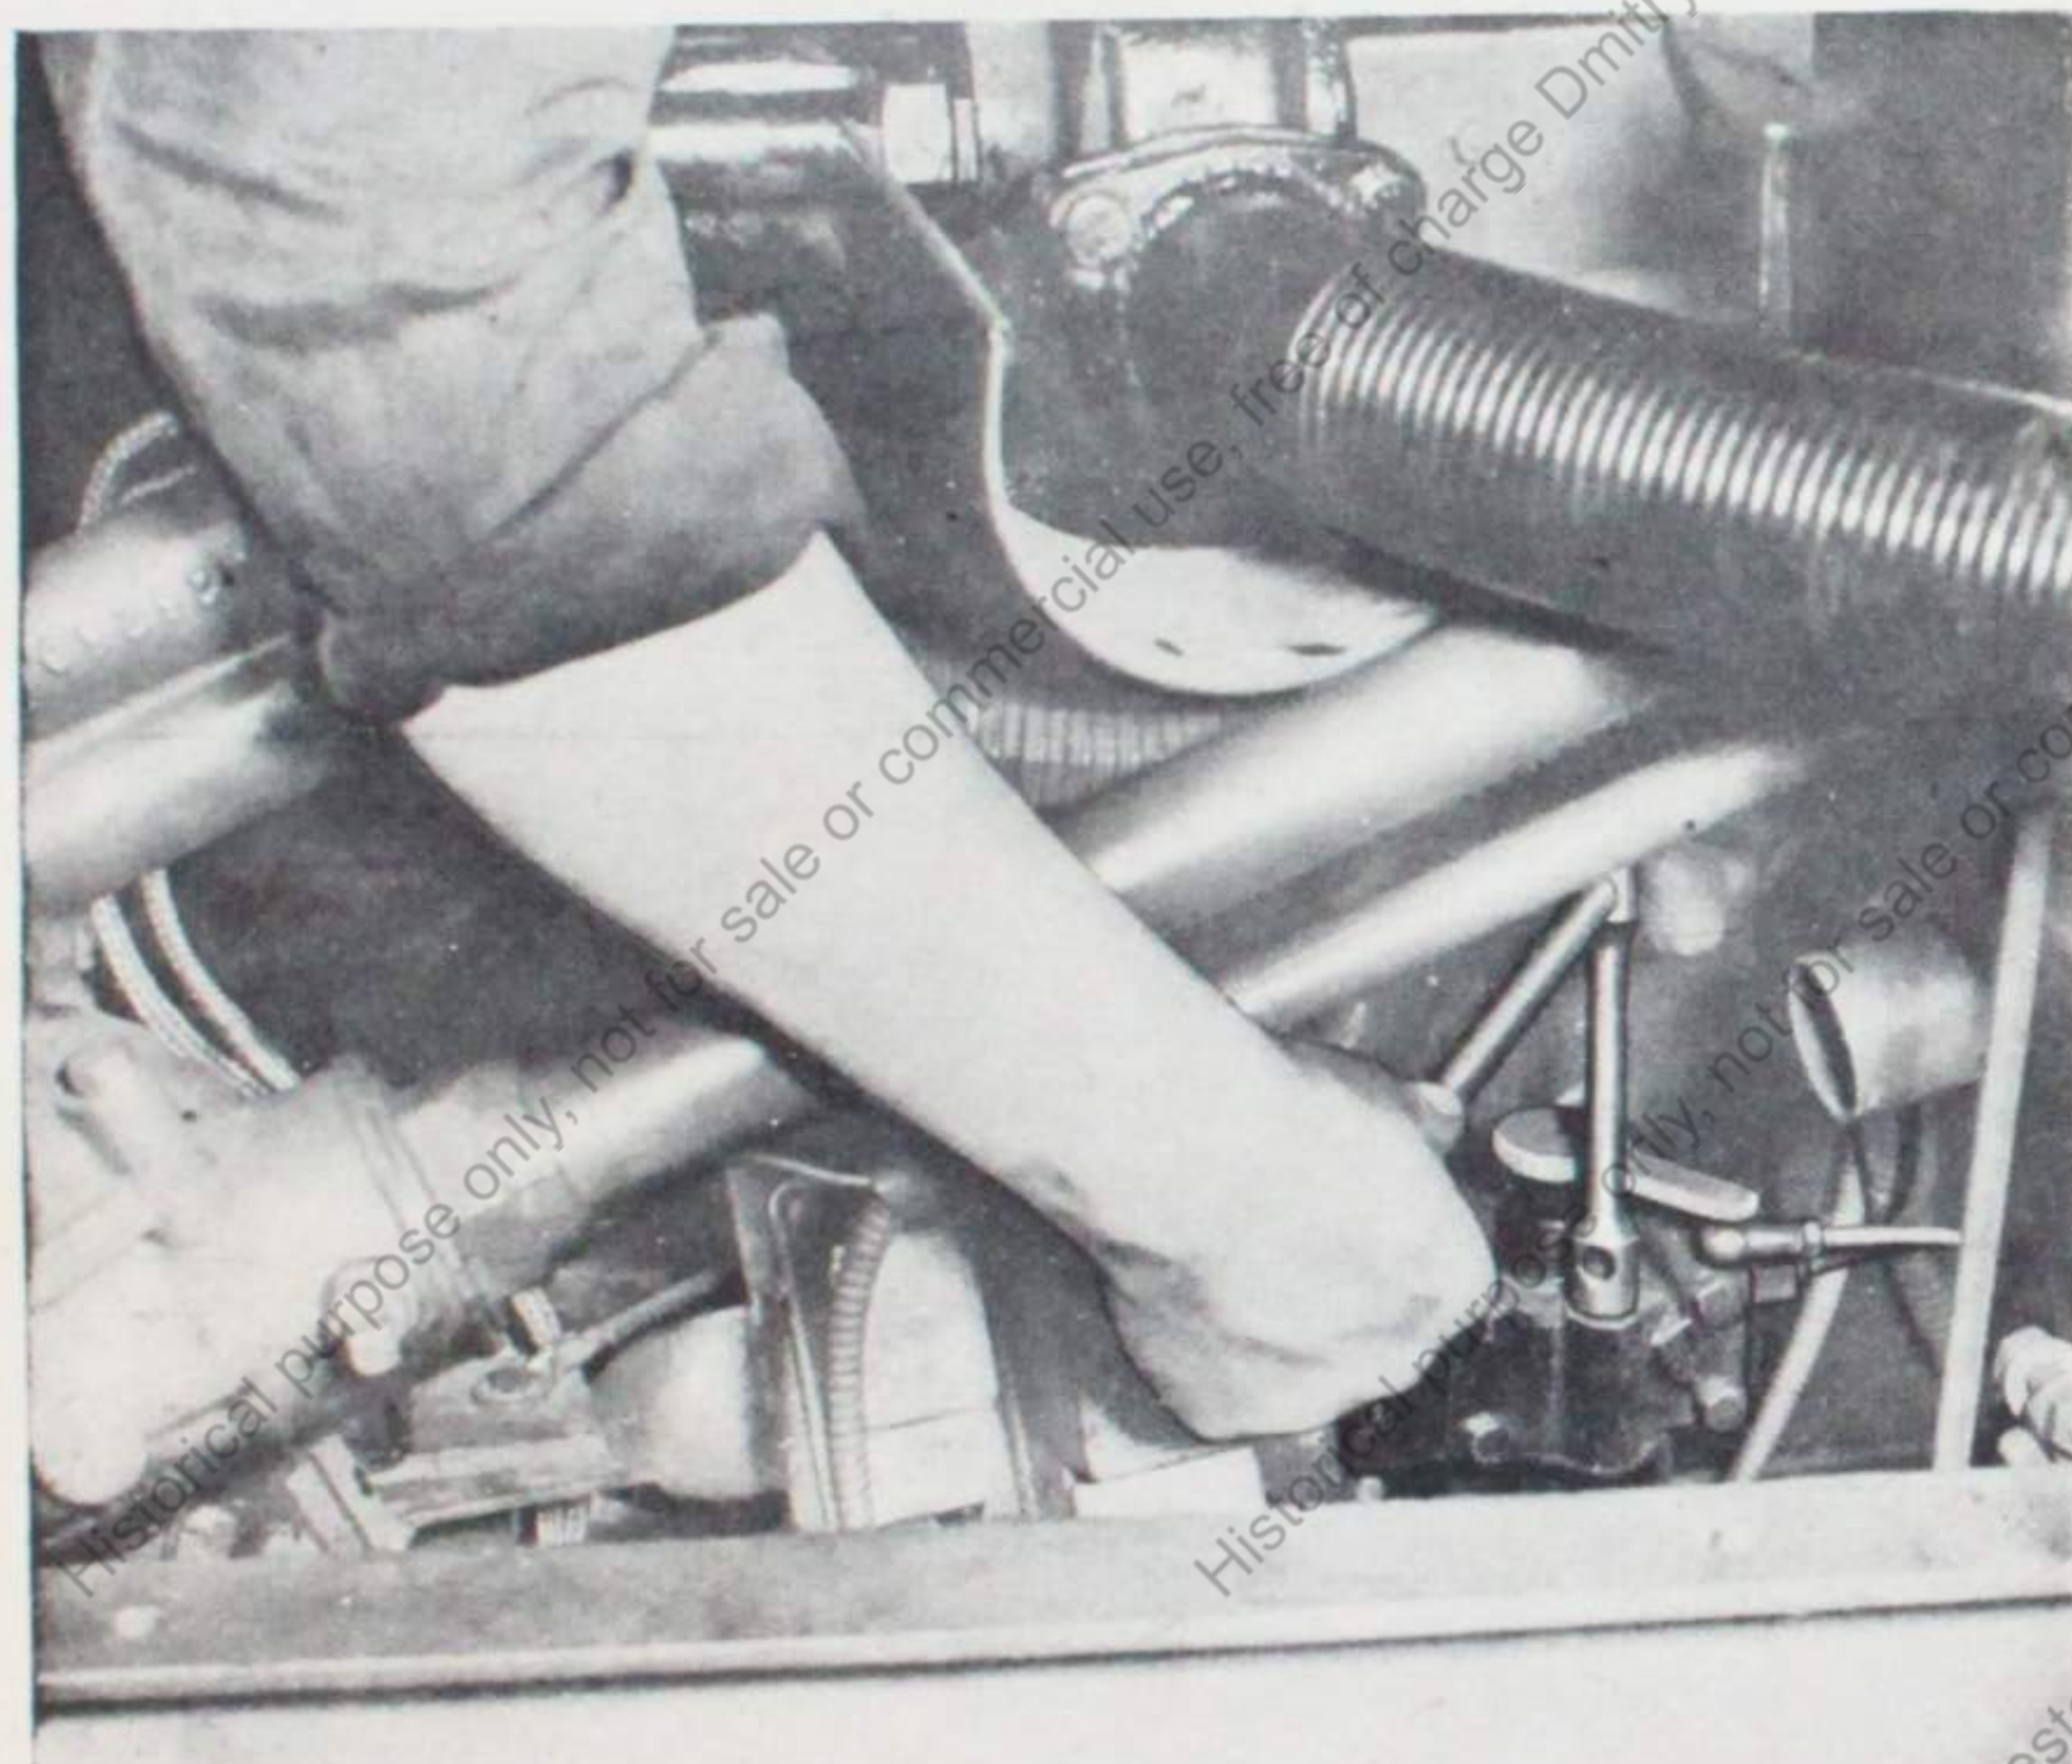

Bild 8
3. **Schlammbecher des Ölfilters** alle 1000 km und bei jedem Ölwechsel abnehmen wie im Bild 8 (2 Schrauben mit Steckschlüssel 13 mm) und auswaschen. Becherabnahme bei Ölwechsel **nach** dem Ölablassen. — Zum leichteren Ausbau ist der Schlammbecher zweiteilig. — Bei Abnahme Vorsicht, Reinigungsbürste nicht beschädigen!
- Ölfilter reinigen (nach Bild 8)